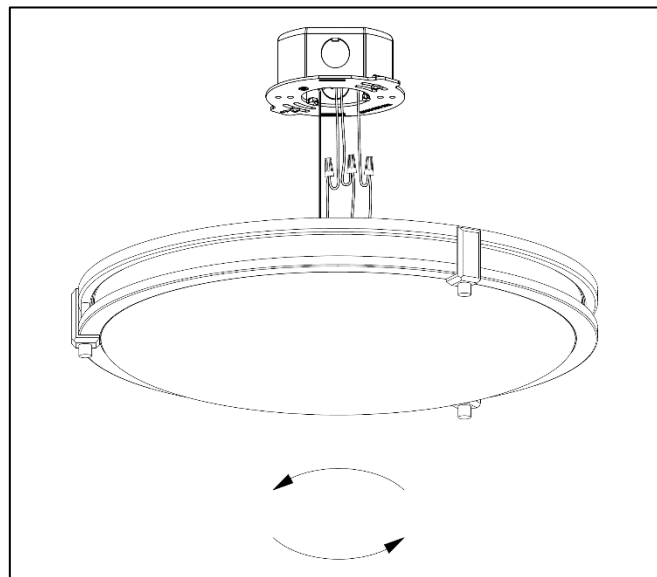
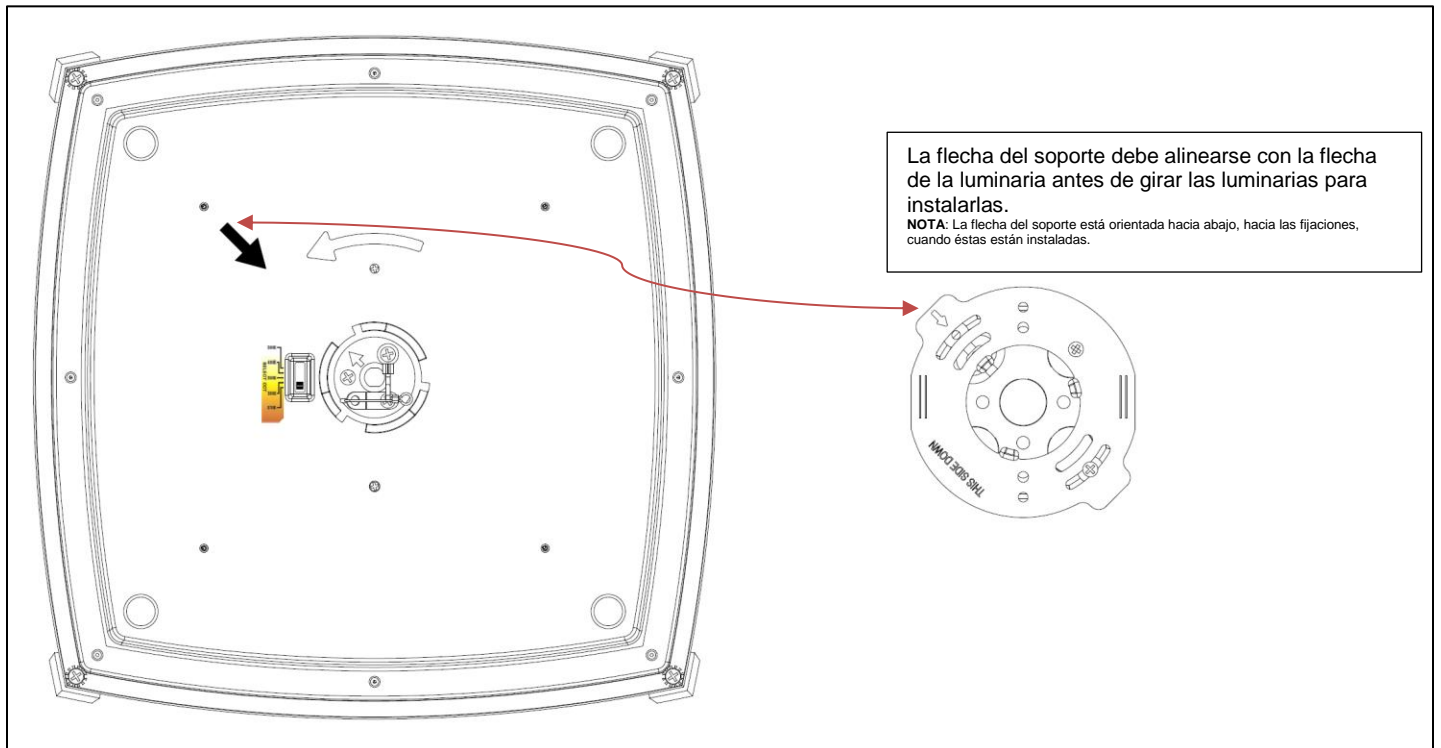

Figura 6
Figura 7
- Utilice tuercas para cables para conectar: el cable negro del dispositivo al cable negro de fuente de alimentación (línea); El cable blanco del dispositivo al cable blanco de suministro de energía (neutro) y el cable de tierra de cobre desnudo del dispositivo al cable de tierra de cobre desnudo de la caja de conexiones. (Si el cableado de la casa no incluye un cable de tierra, consulte el código eléctrico local para conocer los métodos de conexión a tierra aprobados). **PARA UNA CONEXIÓN CORRECTA, COLOQUE LA TUERCA SOBRE LOS CABLES, GÍRELA EN EL SENTIDO DE LAS HORARIOS HASTA QUE APRIETE.** Como se muestra en la *Figura 6*.
9. Alinee la flecha recta en el disco de montaje en el conjunto del dispositivo con la flecha recta en el soporte de montaje, como se muestra en la *Figura 7* y la *Figura 6*. Las flechas en el dispositivo y el soporte de montaje **DEBEN** estar alineadas para instalar el dispositivo correctamente..